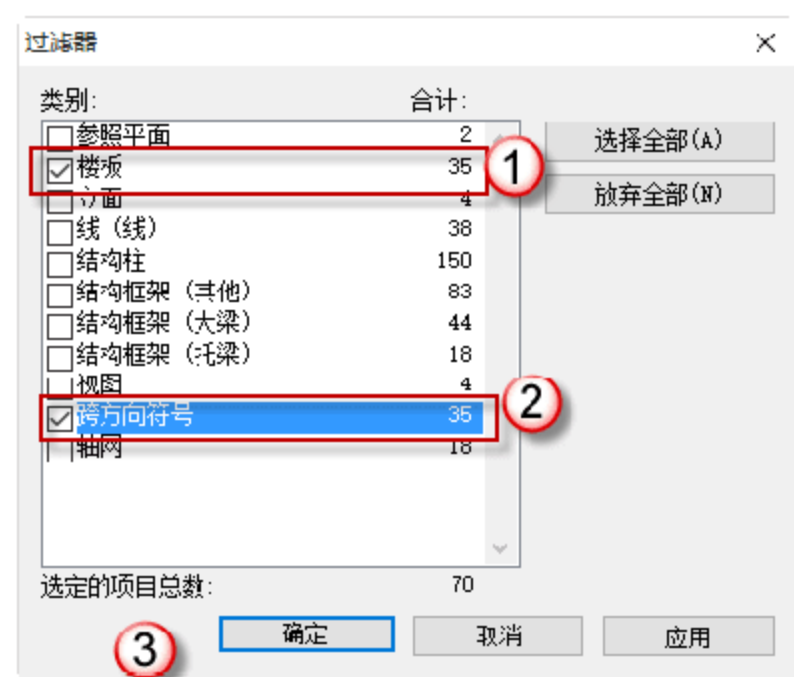

图 4.3.58 复制楼板
(6) 复制混凝土楼板，框选所有对象，单击“过滤器”按钮，打开“过滤器”对话框，选中“楼板”与“跨方向符号”复选框，单击“确定”按钮，选择“复制到剪切板”命令，完成复制，如图 4.3.58 所示。